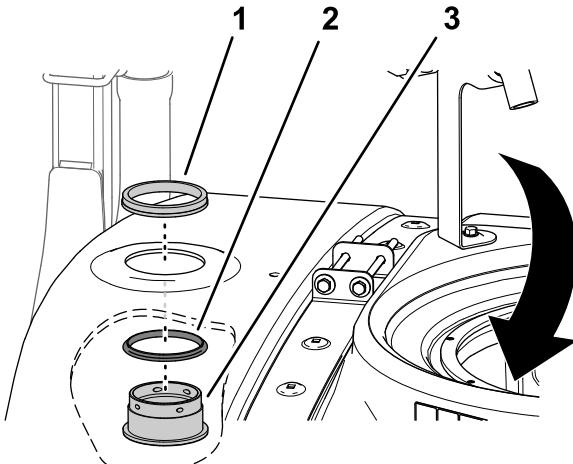

Figura 27
- Montate la guarnizione sul raccordo del diaframma (Figura 27).
- Montate il raccordo del diaframma e la guarnizione attraverso il foro che avete creato in Foratura del serbatoio \(pagina 14\), dall'interno del serbatoio (Figura 27).
- Fissate il diaframma al serbatoio con l'anello di bloccaggio (Figura 27).